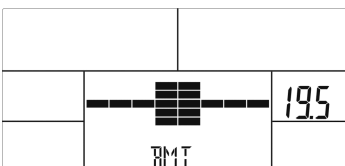
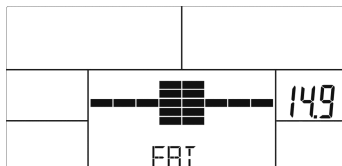

FIG 25
FIG 26
5. L'écran LCD affiche le symbole de recommandation de graisse corporelle, l'IMC (Figure 25) et le % de graisse (Figure 26) pendant 30 secondes.